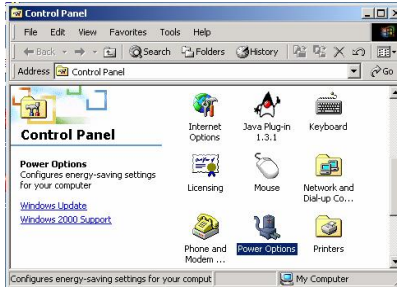

Figure 13 : Icône - options d'alimentation
9. À partir du panneau de configuration, effectuez un double-clic sur l'icône Options d'alimentation (Power Options). Voir la Figure 13. La boîte de dialogue des caractéristiques des options d'alimentation apparaît.